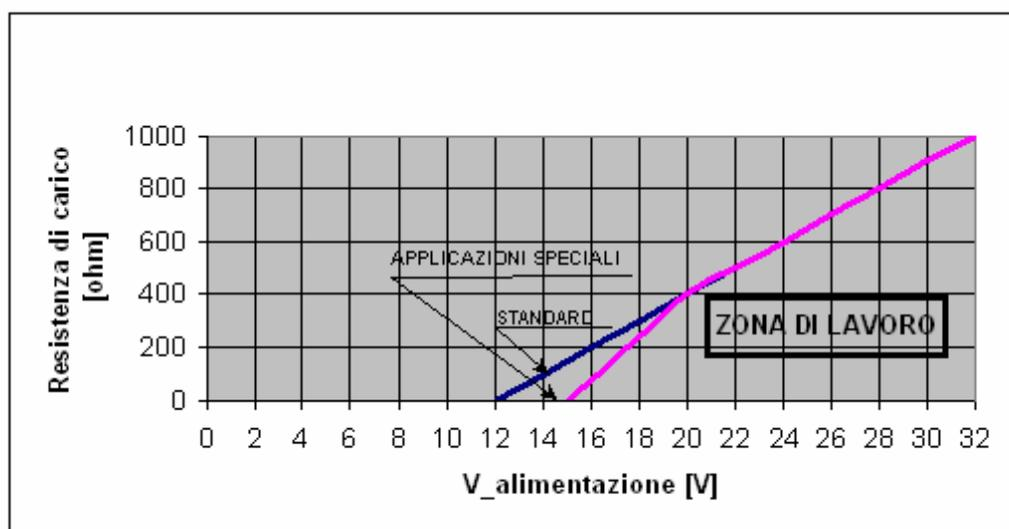

Fig.2
- alimentazione standard : 12÷ 30V d.c. in funzione alla resistenza di carico (vedere Fig. 2)
- alimentazione applicazioni speciali : 15÷ 30V d.c. in funzione alla resistenza di carico (vedere Fig. 2)
- uscita 4 ÷ 20 mA su Rmax in funzione alla tensione di alimentazione (vedere Fig. 2)
- Se il led lampeggia: o l'alimentazione è troppo bassa o la resistenza di carico è troppo alta (vedi Fig. 2).